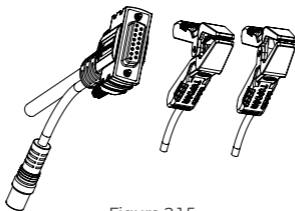

Figura 2.1.5
10. Cabo de teste de bateria com conector fêmea DB15 e braçadeiras de bateria. (Veja Figura 2.1.5)